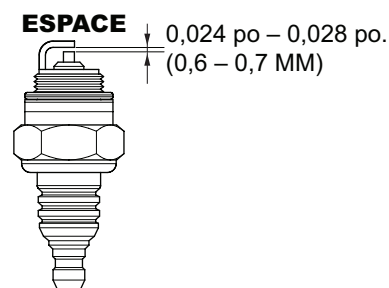

Figure 32. Écartement de bougie d'allumage
1. Retirer et nettoyer la bougie d'allumage (Figure 32), puis ajuster l'écartement des électrodes à 0,024 à 0,028 po (0,6 à 0,7 mm). Cet appareil possède un allumage électronique qui ne nécessite aucun réglage.